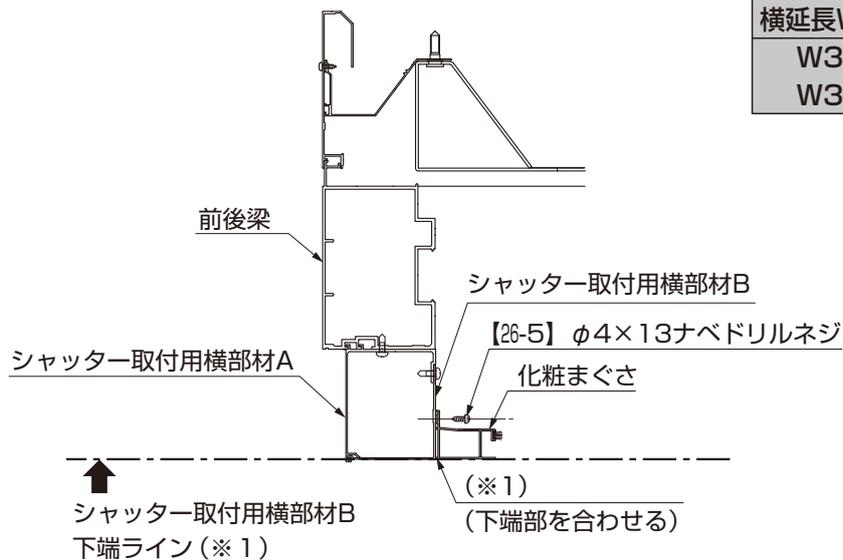

図2-1
①シャッター取付用横部材Bの下端に、化粧まぐさの下端を合わせ(※1)、左右の出を均等(15mm)(※2)にして、中央を合わせて【26-5】で水平に取付けてください。(図2-1参照)